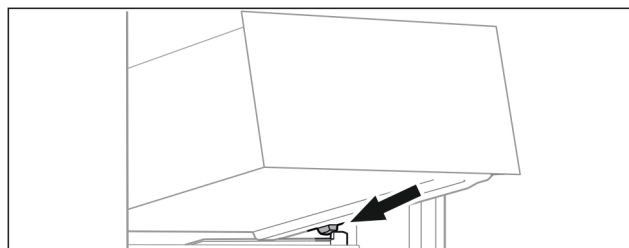

Fig. 92
- ▶ Nasadte zásuvku šikmo za zarážky na žebrování na nádoby. (viz Fig. 92)